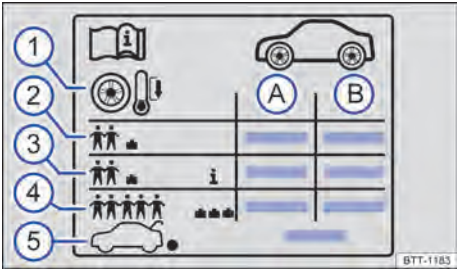

Fig. 161 Etiqueta con las presiones de los neumáticos
Indicaciones en el adhesivo de la presión de los neumáticos → **fig. 161**:
- Adecuar la presión de los neumáticos según la carga del vehículo → **fig. 161 (3)**.